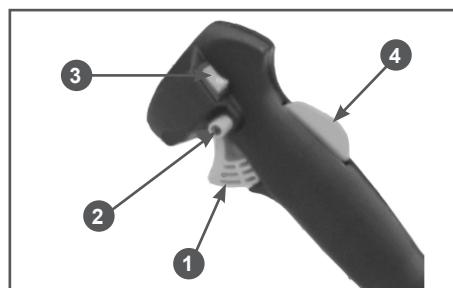

Рис. 4 Рукоятка управления
- Выключатель зажигания 3 (Рис. 4) установите в положение «I» (ВКЛЮЧЕНО).
- Нажмите одновременно на рычаг газа 1 и предохранительный рычаг 4 так, чтобы рычаг газа прошел примерно 1/2 своего хода и заблокируйте его нажав на фиксатор 2 (Рис. 4).
9. После запуска переведите двигатель в режим холостого хода. Для этого нажмите на рычаг газа 1 (Рис. 4) и отпустите его. Фиксатор 2 (Рис. 4) при этом освободит от блокировки рычаг газа, рычаг газа встанет в положение холостого хода. Прогрейте двигатель на холостых оборотах в течение около 30-60 секунд.